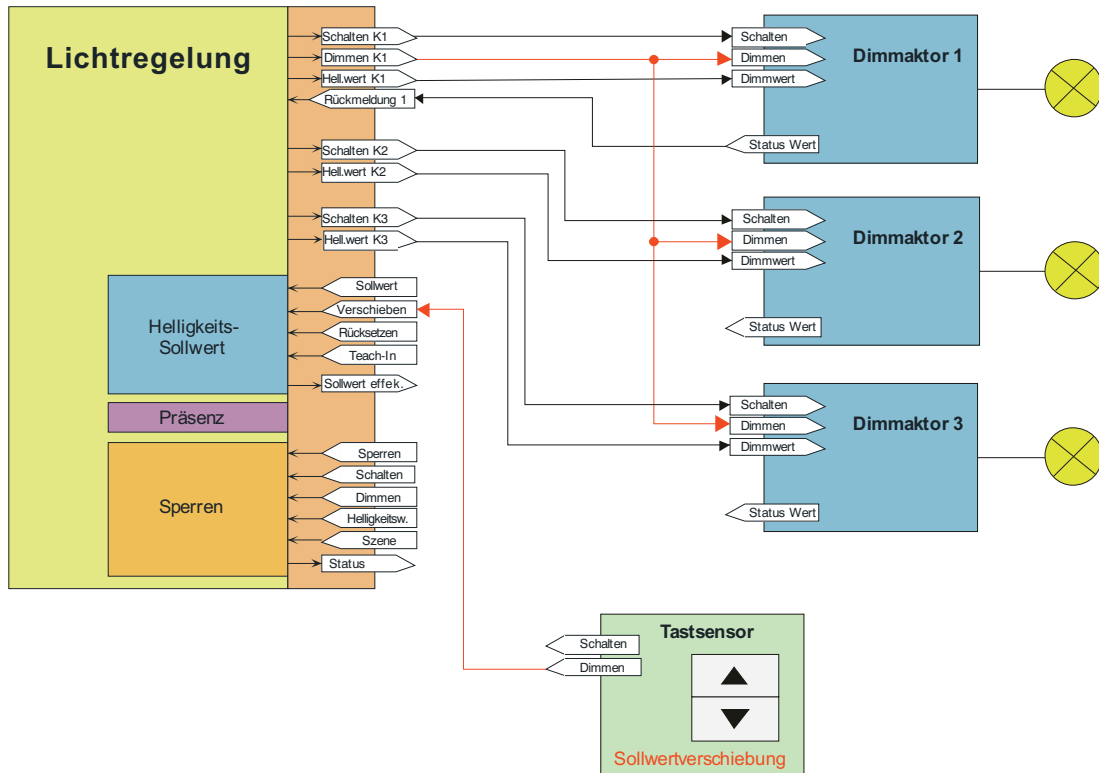

Bild 45: Applikationsbeispiel zur Sollwertverschiebung mit 3 Beleuchtungskanälen
- i Wenn bei der Lichtregelung auch die Beleuchtungskanäle 2 oder 3 in Verwendung sind (Bild 45), müssen die 4 Bit Dimmobjekte der über diese Kanäle angesteuerten Dimmkatoren mit dem Objekt "Ausgang Kanal 1 Dimmen" der Lichtregelung verbunden werden (gleiche Gruppenadresse wie Dimmkator im Kanal 1).